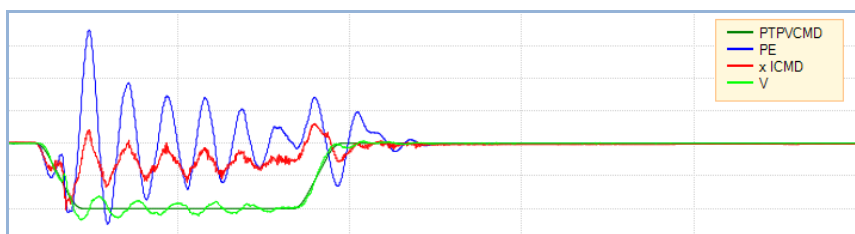
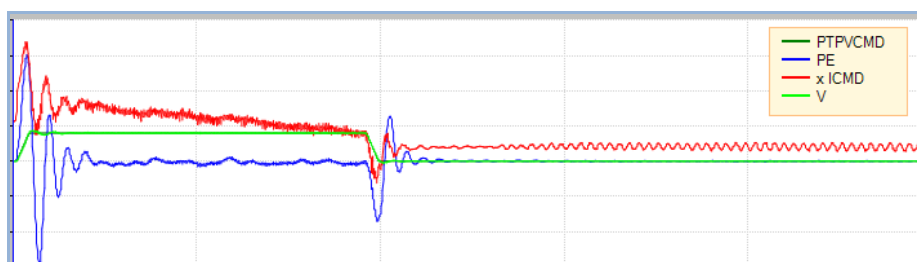

图 3-18 有源振动电流曲线
图 3-21 增加 NLANTIVIBGAIN3 后的理想图
此外,通过示波器查看电流曲线,如图 3-18 所示,是典型的有源振动波形图,这种方式判断系统振动更加直观。
(5) 增大阻尼增益 NLANTIVIBGAIN3，每次增大参数时，记录电流命令 ICMD，并确认振荡阻尼，直到实现最佳阻尼。图 3-21 是图 3-18 增加抑振参数后的效果图。